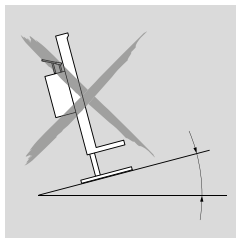

Fig. 4.1
- Veiller à la stabilité. Utilisation uniquement sur un sol stable, de niveau et antidérapant (fig. 4.1). Utiliser si nécessaire des cales appropriées.